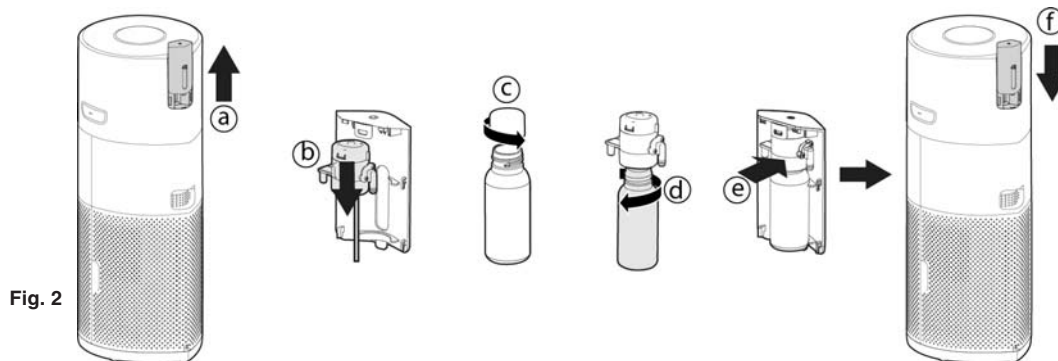

Fig. 2
2. Installeer de diffuserfles [Fig. 2]